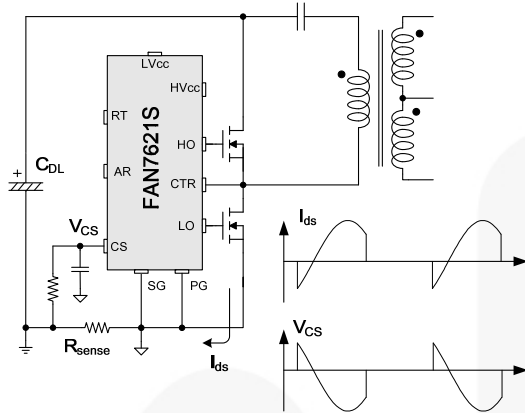

图 23. 半波检测
6. 使用电阻的电流感测：FAN7621S 检测漏电流为负压，如图 23 和图 24 所示。半波检测方式允许检测电阻产生低功耗，但是全波检测方式的检测信号具有较低开关噪声。